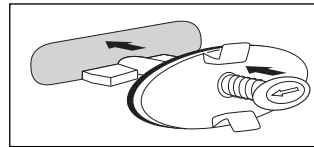

Abb. 4
- Bei länglichen Überläufen, drücken Sie den Spannstift, und kippen Sie den Verriegelungshebel so, dass er im rechten Winkel zum Spannstift steht (Abb. 4).